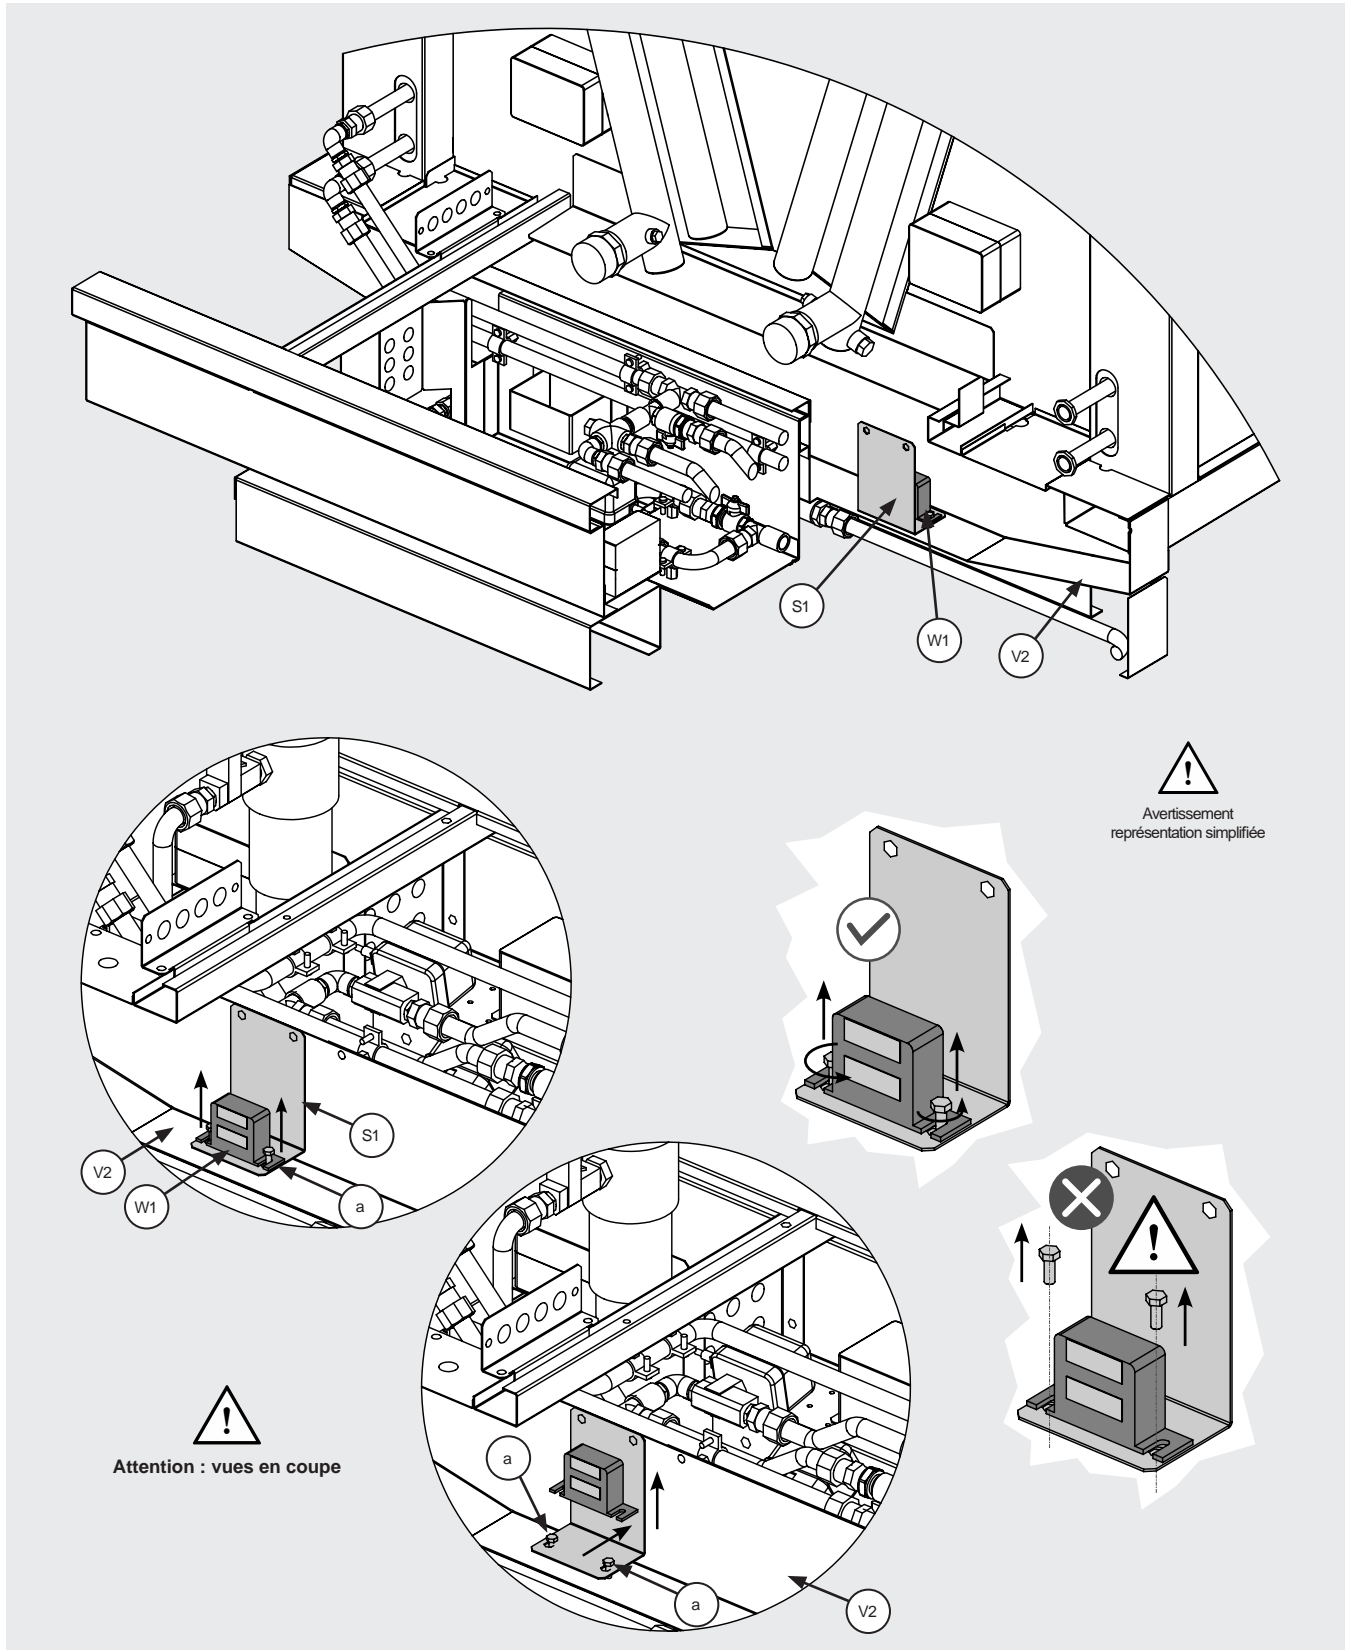

Figure 31
- 12.16.4 Pour le remplacement du détecteur de niveau (W1), voir la Figure 31. (W1) est logé sur un support (S1) qui le maintient en place.